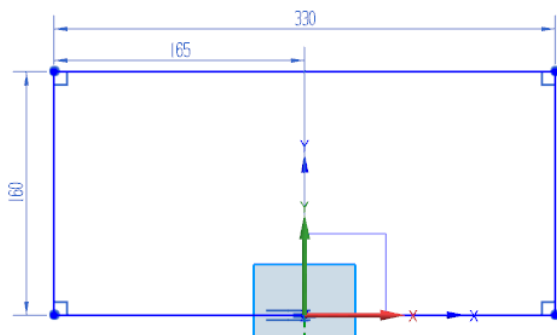

图 8-30 绘制草图 1
(1) 选择“菜单(M)”→“插入(S)”→“在任务环境中绘制草图(V)”命令，打开“创建草图”对话框。
(2) 选择 XC-YC 为草图绘制面设置“水平”面为参考平面，单击“确定”按钮，进入草图绘制环境，绘制如图 8-30 所示的草图 1。
(3) 单击“完成草图”图标，退出草图绘制环境。